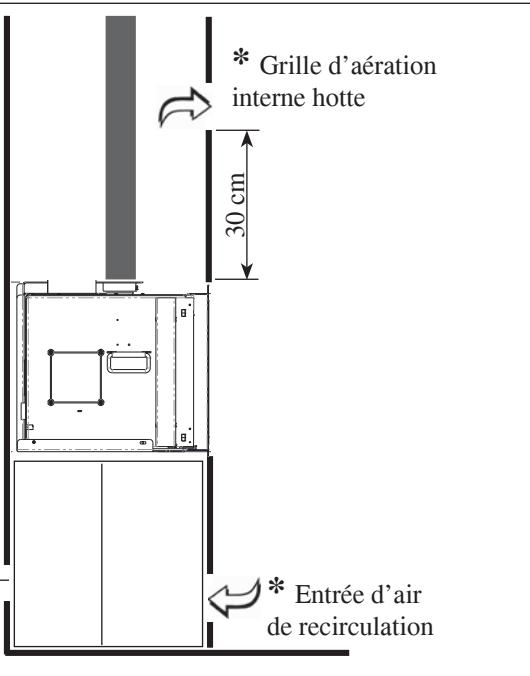

fig. 7
- En agissant à travers l'ouverture (H) prévue sur le top de INPELLET 49, enlever la vis de support (\*) et enclocher le conduit de fumées sur le raccord de sortie des fumées (F), en le bloquant avec la vis (\*) et sceller avec du mastic pour hautes températures (fig. 7).